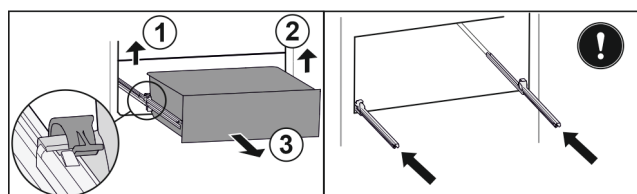

Fig. 20
- Linke Klemme anheben und gleichzeitig Schubfach links nach vorne ziehen. Fig. 20 (1)
- Rechte Klemme anheben und gleichzeitig Schubfach rechts nach vorne ziehen. Fig. 20 (2)
- Schubfach nach vorne entnehmen. Fig. 20 (3)